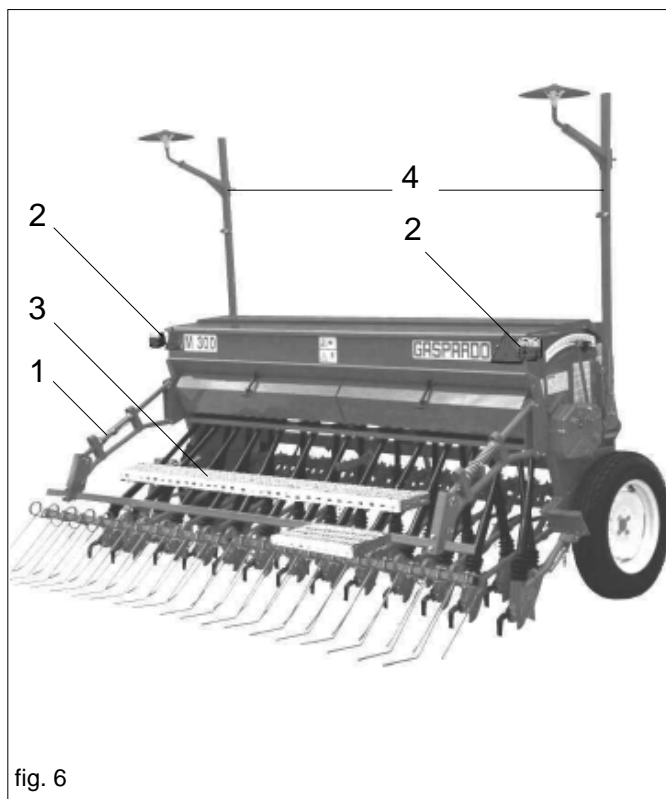

fig. 6
Por razones relacionadas con el transporte, no están montados la grada cubresemillas (1), el grupo de señalización posterior (2), las plataformas de carga (3) y los discos marcadores de filas (4). Efectuar su instalación (Fig. 6) siguiendo los esquemas anexos a la máquina antes de utilizar la sembradora.